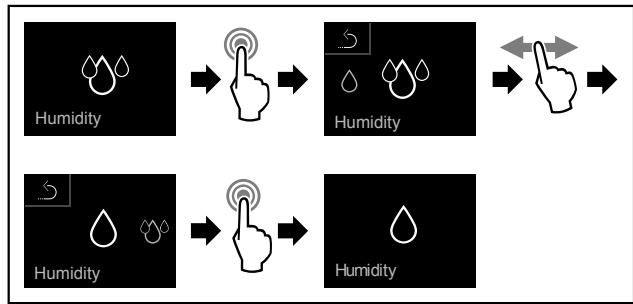

Fig. 70
- ▶ Efectuați pașii de acțiune (vezi Fig. 70) .